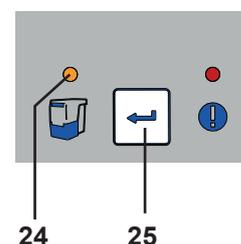

Fig. 11
- ◆ El indicador de la gaveta de polvo (24) se apaga.
**Si no se vacía la gaveta de polvo, continúa encendido el indicador de la gaveta de polvo (24, Fig. 11). Tras la desconexión / conexión del aparato, se indica de nuevo mediante una señal acústica triple el vaciado de la gaveta de polvo.**